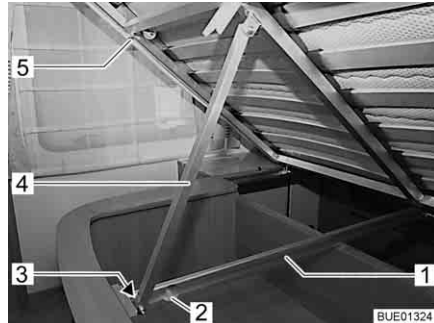

Bild 127 Festes Bett
- Lattenrost (Bild 127,5) anheben und so weit nach oben drücken, bis die Stütze (Bild 127,4) in der Führungsschiene (Bild 127,1) bis ganz ans Ende gefahren ist (Bild 127).
- Lattenrost (Bild 127,5) anheben und Stütze (Bild 127,4) am unteren Ende nach hinten drücken. Dabei darauf achten, dass die Gleitrolle (Bild 127,3) am Ende der Stütze bei der Entnahmeöffnung (Bild 127,2) nicht aus der Führungsschiene (Bild 127,1) springt.